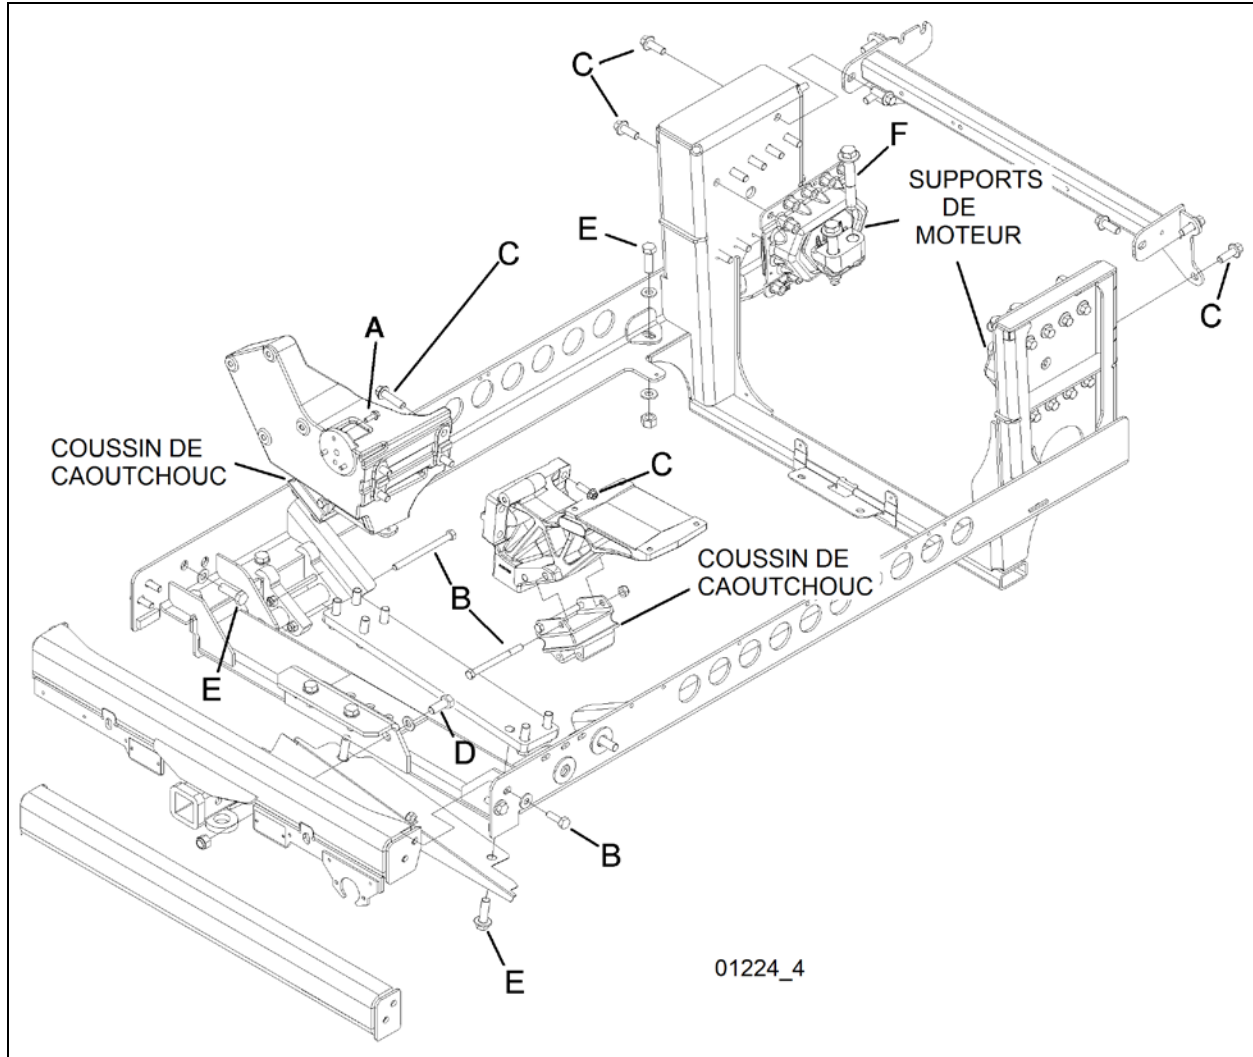

FIGURE 14 : INSTALLATION DU BERCEAU DE GROUPE MOTOPROPULSEUR VOLVO
2. S'assurer que les dix boulons de fixation, rondelles et écrous qui fixent le berceau du groupe moteur au *cadre inférieur arrière du véhicule* sont retirés (Figure 14).
Deux supports métalliques sont utilisés à l'avant du moteur, tandis que deux montures de caoutchouc sont installées sous le support du mécanisme d'entraînement de ventilateur de radiateur et de moteur, et sous le support du moteur et de l'alternateur (Figure 14).